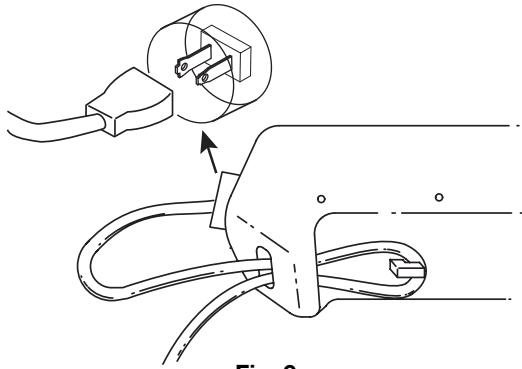

Fig. 9
2. Fixez la rallonge au carter tel qu'indiqué (Fig. 9).